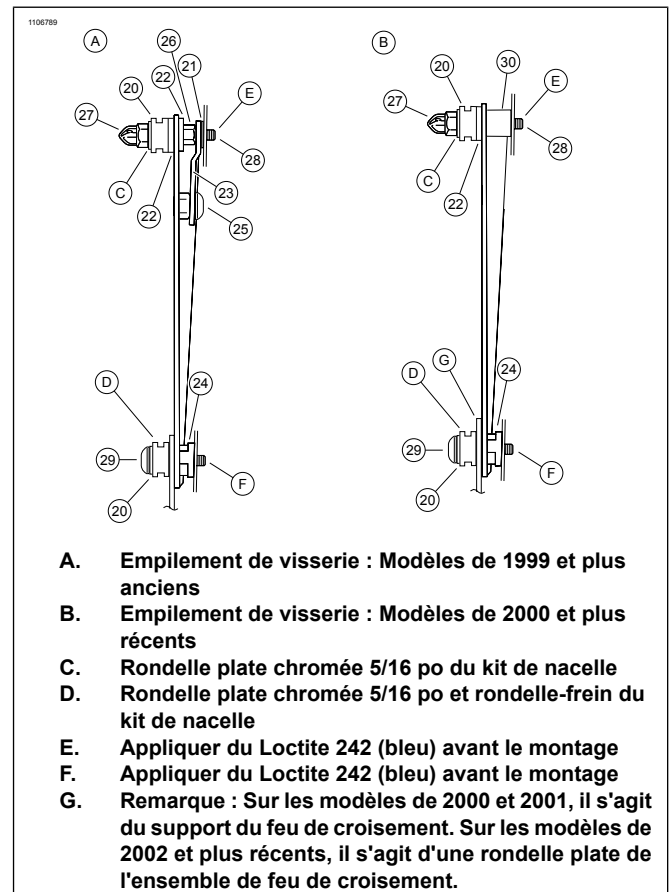

Figure 1. Empilement de visserie
1. Voir Figure 1. Avec l'ensemble de feu de croisement déposé du véhicule, placer la visserie de montage supérieure (21, 22, 23, 25, 26 et 28) sur les supports de feu de croisement, tel qu'illustré. Serrer uniquement les vis (25) situées en position centrale.
Voir les exceptions concernant l'étape suivante dans Figure 1, (G).
3. Attacher les entretoises de feu de croisement (24) au support du feu de croisement. Mettre la partie inférieure du support du feu de croisement en place. Attacher la partie inférieure du support avec les galets d'ancrage inférieurs (20) au support de fourche avec les vis (29) et les rondelles chromées disponibles dans le kit de nacelle. Serrer légèrement les vis inférieures.